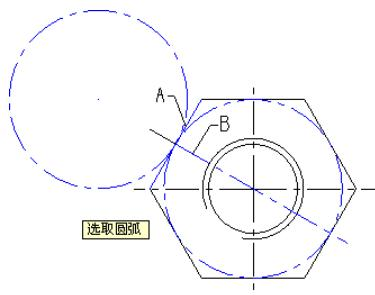
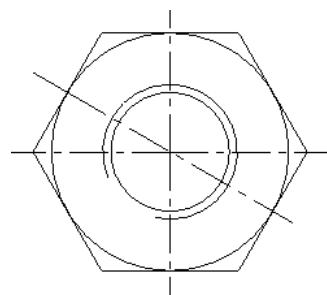

图3-104 生成两个圆
图3-105 中心线方式创建相切圆弧
- 05 在绘图区内显示出两个相切圆，如图3-104所示，单击选择需要保留的那个圆，再单击“确定”按钮，即可完成相切圆弧的绘制，结果如图3-105所示。